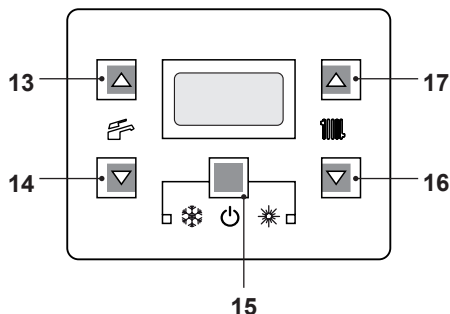
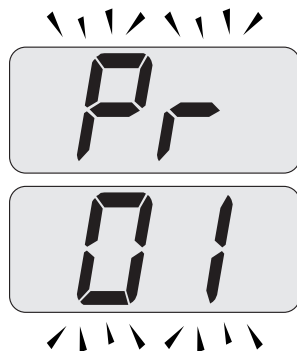
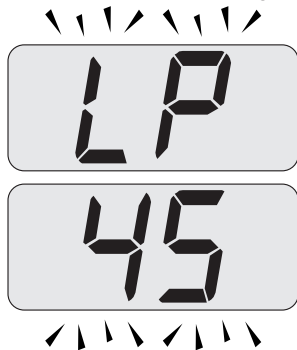
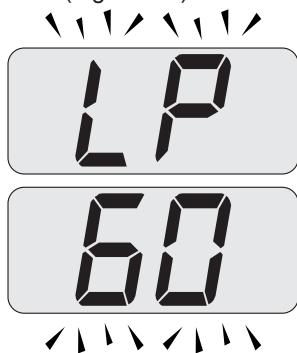

Figura 7.2
Figura 7.3
Figura 7.4
Figura 7.7
- Entrare in "modalità programmazione" premendo contemporaneamente per 10 secondi i tasti 15 - 16 - 17 (Figura 7.2) fino a far apparire sul display LCD le lettere **Pr** che si alternano con il codice **01**, indicanti l'entrata nel "parametro 01" (Figura 7.3).
- Premere contemporaneamente i tasti 16 e 17 (Figura 7.2) fino a far apparire sul display LCD le lettere **LP** che si alternano con il valore di temperatura dell'acqua di riscaldamento (es. **45**), indicanti l'entrata nell'attivazione della "funzione spazzacamino" alla potenza minima (Figura 7.4).
- Premere il tasto 16 (Figura 7.2) fino a far apparire sul display LCD le lettere **LP** che si alternano con il valore di temperatura dell'acqua di riscaldamento (es. **60**), indicanti l'entrata nell'attivazione della "funzione spazzacamino" alla potenza minima in sanitario (Figura 7.7).
- Spegner la caldaia tenendo premuto per 2 secondi il tasto 15 (Figura 7.2) fino a far apparire sul display LCD il simbolo **— —** (Figura 7.8).